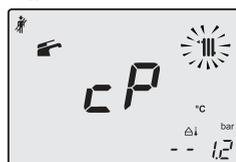

Figura 9.26
- Pulsando el botón 24 se puede modificar la potencia en modalidad deshollinador: el display LCD muestra las letras **CP** alternadas con el valor de temperatura del agua de calefacción (ej. **78**); estamos en la "función deshollinador" a la potencia máxima en calefacción (Figura 9.26);